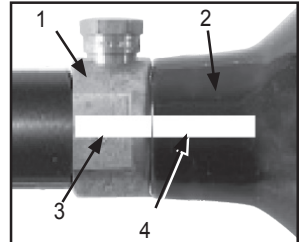

Figura 9: Cilindro y válvula marcas
La válvula de bronce o níquel (Figura 9, #1) ha sido fabricada para estar unida al cilindro de aire o de CO2 (2). Un cilindro de aire o de CO2 puede dispararse con tal fuerza que puede causar lesiones permanentes o la muerte si se separa el cilindro (2) de la válvula (1).
Referirse a la figura 9. Han habido reportes de incidentes causados por jugadores que sin conocimiento desatornillan el cilindro (2) de la válvula (1). Esto ocurre cuando el jugador piensa que el ensamble cilindro y la válvula han sido desatornillado de el adaptador de suministro de aire de el marcador de paintball, cuando en realidad están desatornillando el cilindro de la válvula del cilindro.
4. Mire las marcas en el cilindro y en la válvula (como se observa en la figura 9 en la página 13) cuando de vuelta al cilindro  $\frac{3}{4}$  de vuelta aproximadamente en sentido contrario a las agujas del reloj.